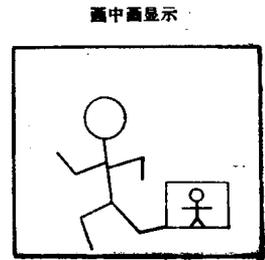

图7 画中画显示
(3) 画中画（单个辅画面）显示：单个辅画面可以是静止的，也可以是活动的，它可以放到主画面的任一角落上。见图7